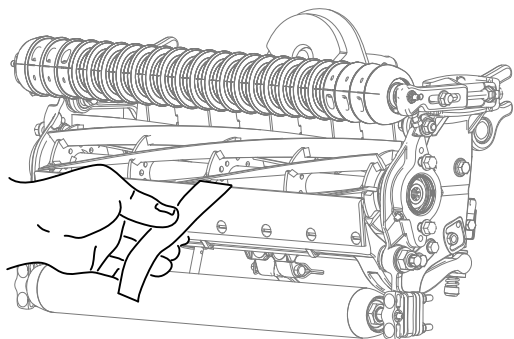

Рисунок 11
12. Проверьте характеристики скашивания, вставив длинную полоску бумаги для проверки Того между барабаном и неподвижным ножом перпендикулярно неподвижному ножу (Рисунок 11).